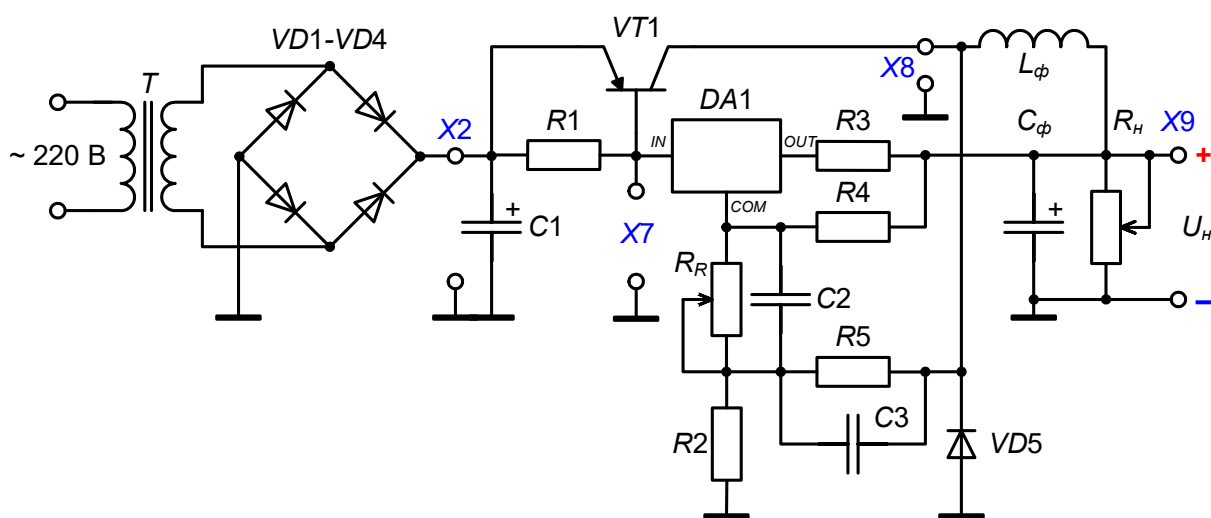

Рис. 3.1. Понижающий импульсный стабилизатор напряжения
1. Не включая сетевого питания, переключить тумблер номера схемы S1 в положение V, что соответствует подключению схемы импульсного стабилизатора, приведенной на рис. 3.1. При этом на схеме выпрямителя I должна быть включена емкость C1.
6. Поясните назначение основных элементов исследуемого понижающего импульсного стабилизатора (рис. 3.1).